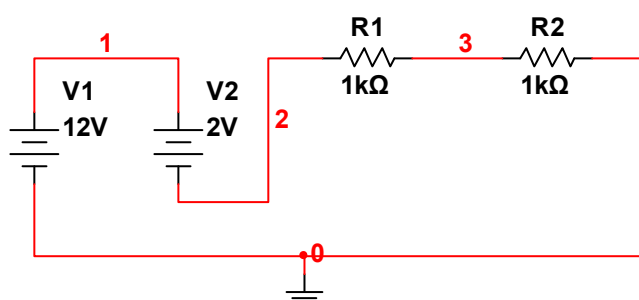

Рис.22
6. Обчисліть струм через усі елементи , а також напруги на резисторах  $R_1$  та  $R_2$  у схемі (рис. 22). Додайте до цієї схеми мультиметри у режимі вольтметра для вимірювання напруг на усіх елементах. Проведіть моделювання схеми та порівняйте результати обчислень та моделювання. Перевірте виконання закону Кірхгофа для контура.